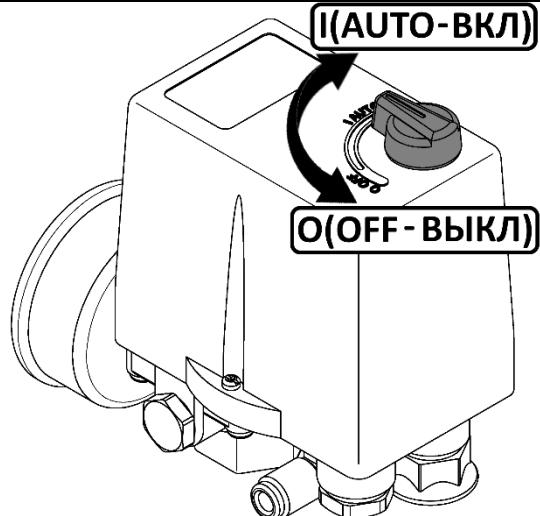

Рисунок 3
- Проверьте, чтобы выключатель на прессостате находился в выключенном положении "OFF" (см. рисунок 3).
1 Выключить компрессор выключателем на прессостате. Для этого необходимо переключить выключатель в положение "OFF" (см. рисунок 3). После этого остановится электродвигатель и произойдет сброс давления из нагнетательного воздухопровода и поршневого блока.
7.3.2 Компрессор оборудован устройством защиты от перегрузок. При нарушении питания электрической сети, а также при работе с ПВ более 60% возможно автоматическое срабатывание защиты двигателя. Для пуска компрессора после срабатывания защиты выполните следующие действия: после того, как двигатель остынет до допустимой температуры, переключите выключатель на прессостате в положение "OFF" (см. рисунок 3), а затем включите компрессор переключив выключатель в положение "AUTO".